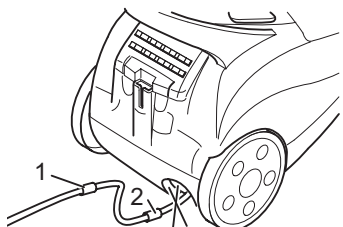
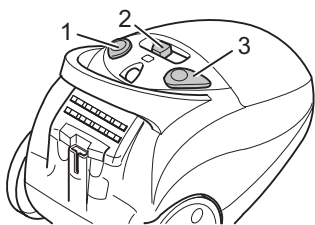

Abb. 11
Abb. 12
2. Ziehen Sie das Kabel am Stecker bis zur gelben Markierung (Abb. 11/1) heraus.
Falls die rote Markierung (Abb. 11/2) sichtbar ist, ziehen Sie das Kabel mithilfe der Kabelaufrolltaste (Abb. 12/3) wieder bis zur gelben Markierung ein. Ansonsten kann das Kabel abreißen. Es besteht die Gefahr eines elektrischen Schlages.
3. Schalten Sie den Bodestaubsauger am Ein-/Aus-Schalter (Abb. 12/1) ein.
4. Stellen Sie die Saugleistung am Saugleistungsregler (Abb. 12/2) ein.